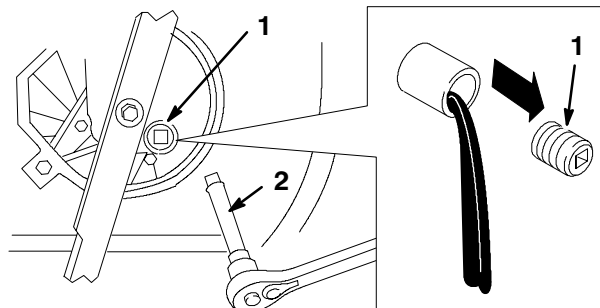

Figure 26
5. Enlevez le bouchon de vidange, remettez la tondeuse dans sa position normale de fonctionnement et laissez l'huile s'écouler dans le bac de vidange (Fig. 26).